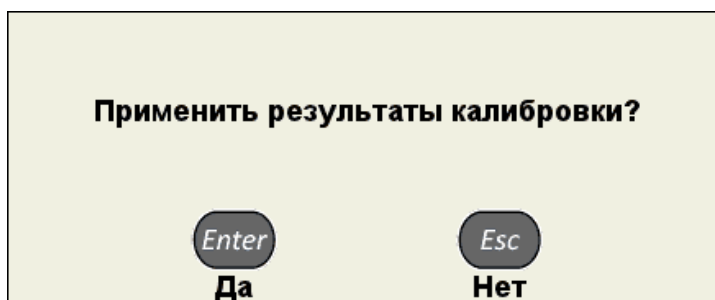

Рисунок 23
- для сохранения настроек нажать клавишу . Откроется подтверждающее окно (рисунок 23).